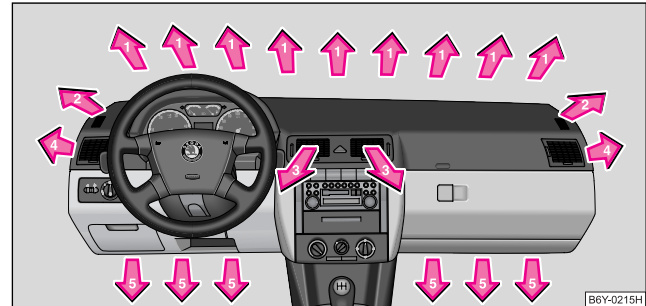

Abb. 85 Luftaustrittsdüsen
- Luftaustrittsdüsen **4** ⇒ Seite 94, Abb. 85 öffnen und zur Seitenscheibe richten.
- Luftaustrittsdüsen 3 und 4 ⇒ Seite 94, Abb. 85 öffnen